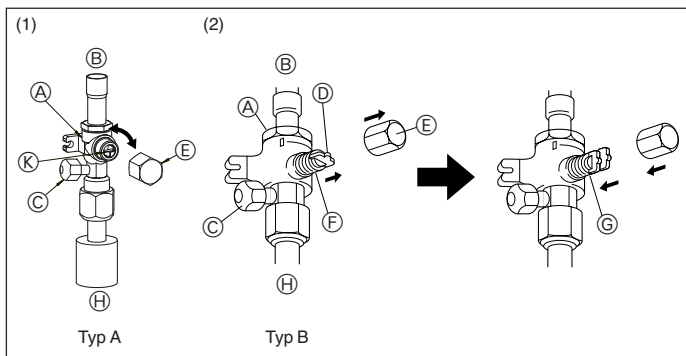
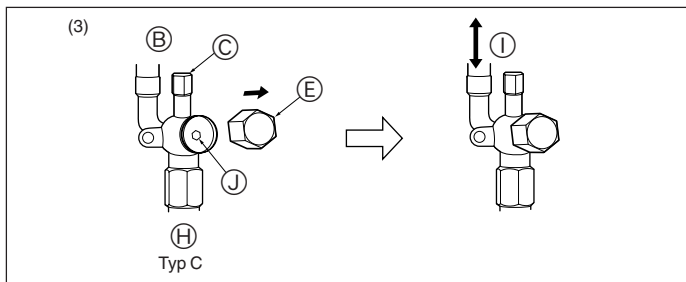

Fig. 5-7
Fig. 5-8
(1) Typ A (Fig. 5-7)
- ① Entfernen Sie die Kappe, führen Sie mit einem Schlitzschraubendreher eine Vierteldrehung gegen den Uhrzeigersinn aus, um es vollständig zu öffnen.
- ② Prüfen Sie, ob die Absperrventile vollständig geöffnet sind, und setzen Sie dann die Kappe wieder auf und schrauben sie fest.
(2) Typ B (Fig. 5-7)
- ① Die Kappe entfernen, den Handgriff nach vorne ziehen, und zum Öffnen um 1/4 Umdrehung gegen den Uhrzeigersinn drehen.
- ② Sicherstellen, dass das Absperrventil vollständig offen ist, den Handgriff eindrücken, und die Kappe zurück in die Ausgangsstellung drehen.
(3) Typ C (Fig. 5-8)
- ① Entfernen Sie die Kappe und drehen Sie die Ventilstange mit einem 4 mm-Sechskantschlüssel bis zum Anschlag gegen den Uhrzeigersinn. Hören Sie auf zu drehen, wenn der Anschlag erreicht ist.
- ② Sicherstellen, dass das Absperrventil vollständig offen ist, und die Kappe zurück in die Ausgangsstellung drehen.